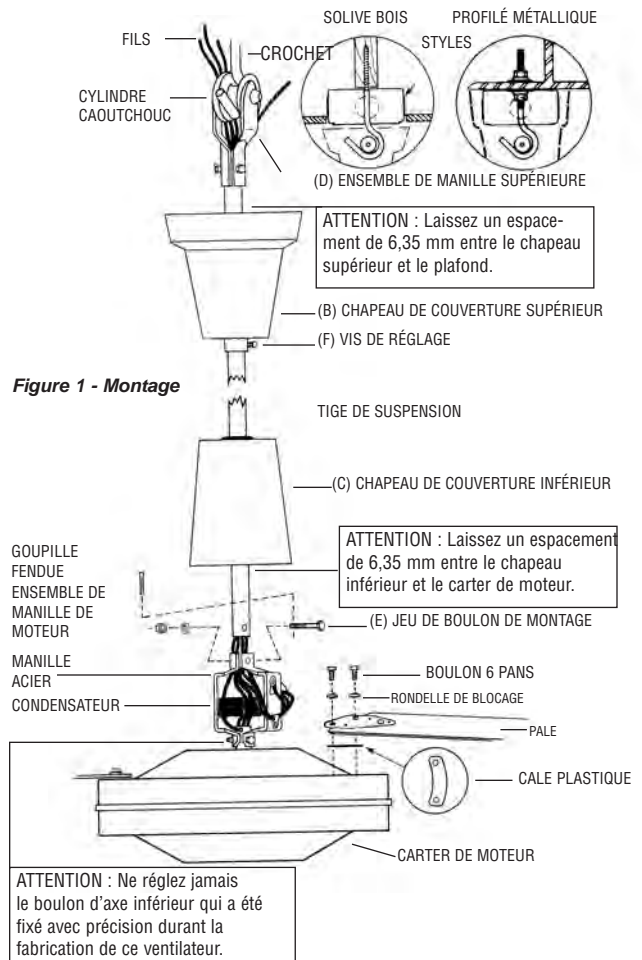

Figure 1 - Montage
2. Sur l'ensemble de manille de moteur (A) enlevez la goupille fendue et desserrez l'écrou 6 pans (E). Enlevez soigneusement la rondelle élastique et l'écrou 6 pans (voir la Figure 1).
3. Faites glisser le chapeau de couverture supérieur (B) en forme de cloche en le remontant sur la tige. Faites aussi glisser le chapeau de couverture inférieur (C) vers le haut de la tige.
4. Passez les 5 fils et le câble de sécurité au travers du trou central de la manille acier de connexion au-dessus du moteur (A), puis continuez de passer fils et câble au travers de la tige creuse de suspension jusqu'à ce qu'ils ressortent par l'extrémité de manille supérieure.
5. Montez la tige de suspension sur la manille de moteur (A) et replacez le vis 6 pans. Serrez l'écrou 6 pans sur la rondelle élastique et écartez la goupille.
ATTENTION : Les pales doivent être fixées sur le moteur comme montré en Figure 1. N'inversez PAS les pales à l'installation.